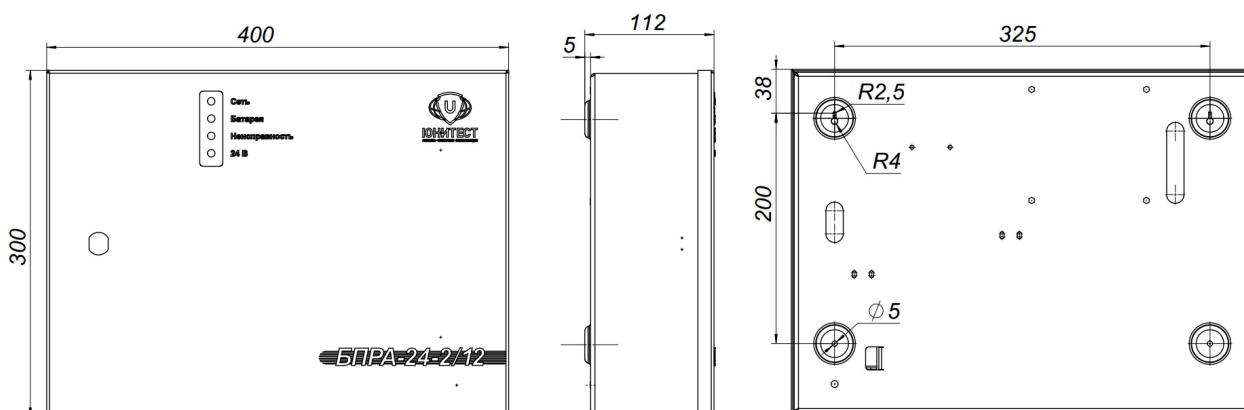
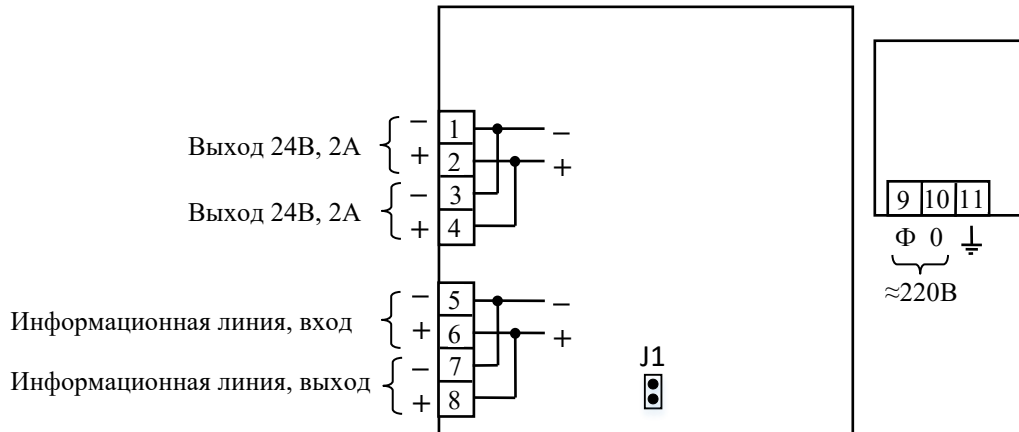

Рис.1. Габаритные и установочные размеры МАКС-БПРА БПРА-24-2/12.
Рис.2. Схема подключения БПРА.
2.1.1. При проектировании размещения устройств пожарной автоматики необходимо руководствоваться Сводом правил СП 484.1311500.2020. Габаритные и установочные размеры БПРА показаны на рис.1, принципиальные схемы подключения – на рис.2.
2.2.1. БПРА (см. рис.2) поставляется с установленными джампером 1 (программирование адреса).